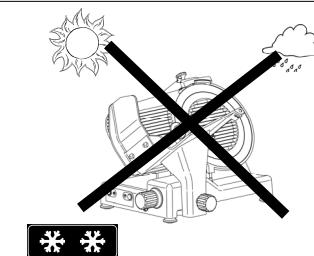

Abb. 28
- Die Aufschnittmaschine darf nicht schädlichen Einflüssen ausgesetzt sein: Sonne, Regen, Bespritzungen, Feuchtigkeit, Eis (Abb. 28).